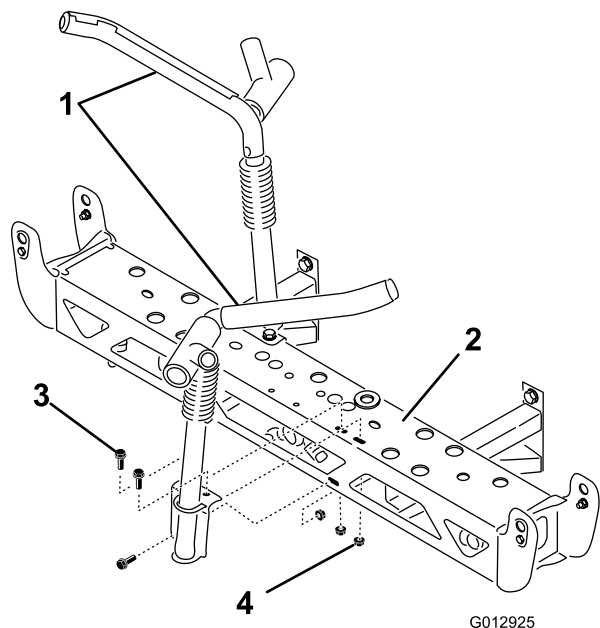

図 28
2. 中央ブームに、移動走行用ブーム・クレードルを取り付ける；ボルト6本 ((3/8 x 1-1/4 インチ)) およびロックナット6個 ((3/8 インチ)) を使用する。取り付け方向は図 28 を参照。